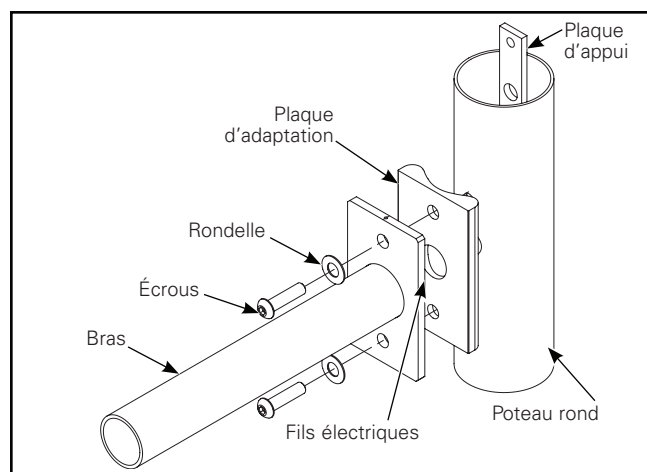

Figure 8.
Bras droit (Figure 8)
2. Pour les poteaux ronds seulement – Installez la plaque d'adaptation ronde en veillant à ce que la face arrondie soit face au poteau (Figure 8). Alignez les trous supérieurs et inférieurs.